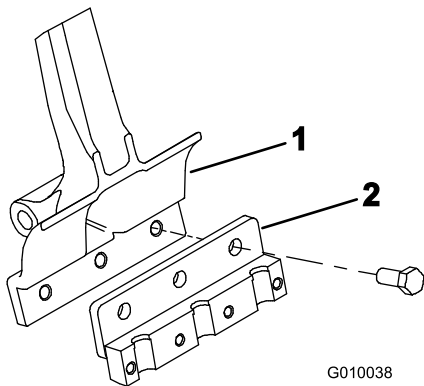

Рисунок 22
- Прикрепите держатель зубьев к каждому толкающему рычагу (Рисунок 22) с помощью 3 болтов ( $1/2 \times 1/4$  дюйма). Затяните болты с моментом 101,6 Н·м.